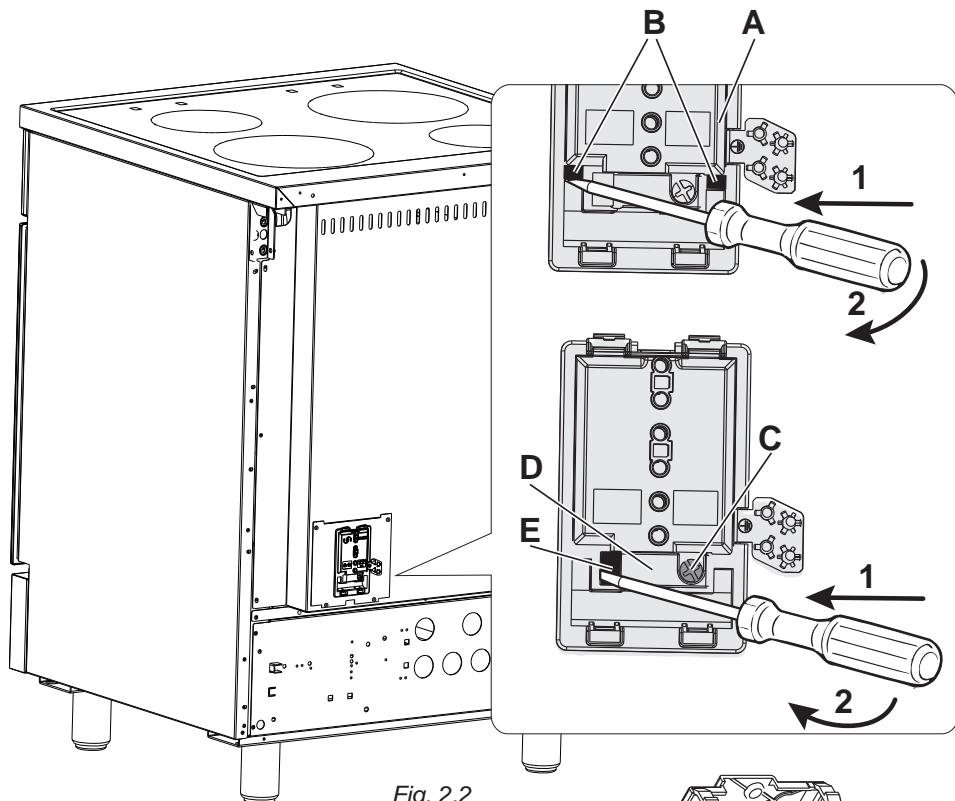

Fig. 2.2
- Détacher le couvercle du bornier "A" en introduisant un tournevis dans les deux crochets "B" (fig. 2.2). Ouvrir complètement le couvercle du bornier "A".
- Dévisser la vis "C" et ouvrir complètement le serre-câble "D" introduisant un tournevis dans le crochet "E". Retirez complètement le serre-câble "D" (fig. 2.2).
- Raccorder les câbles de la phase, du neutre et de terre à la borne terminale "F" selon les schémas électriques de la figure 2.3; the U bolts "G" (fig. 2.2) shall be used as indicated in the diagrams in fig. 2.3 (they are supplied already fitted to the terminals or inside the terminal board, behind the cover).